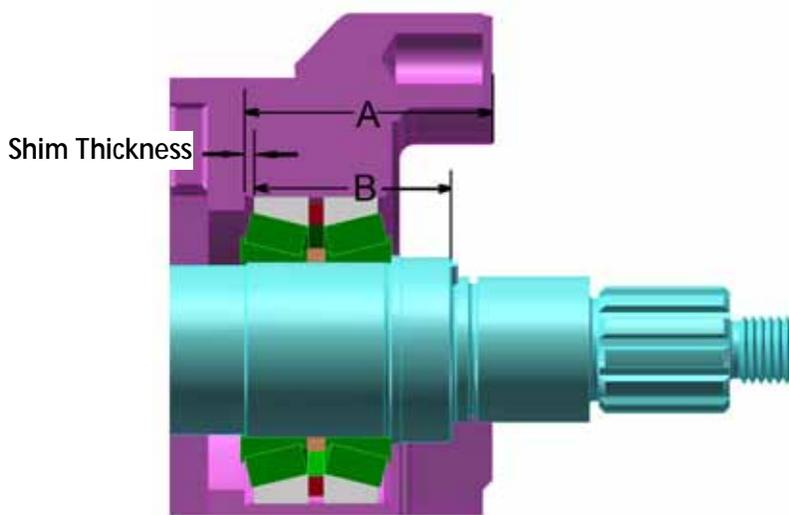
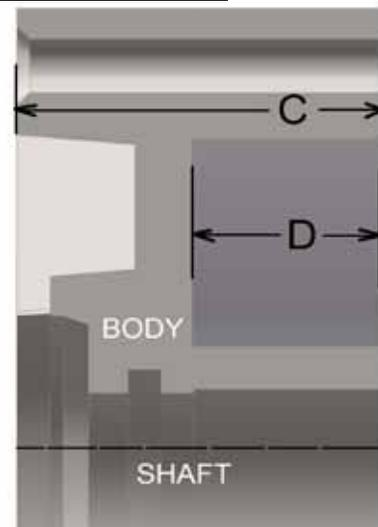

Figura 59 –Measuring Gearbox Dimensions
Figura 60 – Measuring Body Dimensions
3. Si existe(shims) estan perdido o un Nuevo eje esta usado, va a ser necesario para calcular los requerido (shims) por nuevo ejes y baleros por remplazo, vea Figura 59 y Figura 60. Es importante para adquirir medidas y calcular a(three decimal places), i.e. 0.074.
- a. Medir dimensiones "A" en el caja de engranaje a "B" en el eje(Figura 59).
- b. Medir dimensiones "C" y "C" en el cuerpo (Figura 60).